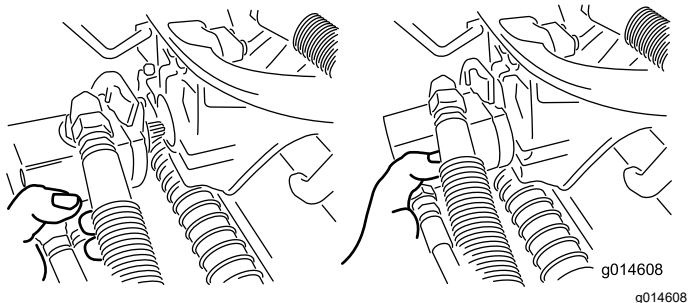

Figure 57
3. Amenez le moteur à la position de rangement sur l'avant du bras de suspension (Figure 57).